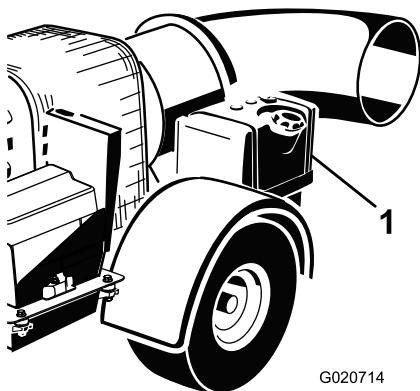

Figura 10
2. Limpie la zona alrededor del tapón del depósito de combustible y retire el tapón (Figura 10).